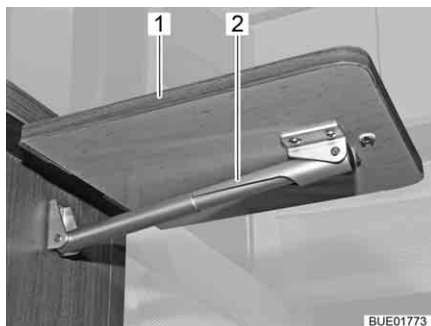

Fig. 137 Mesa de bar plegable, desplegada
- Tirándola suavemente, separar la mesa de bar plegable (Fig. 137,1) del sujetador magnético.
- Girar el tablero de la mesa hacia arriba hasta que se active la fijación del soporte telescópico (Fig. 137,2).